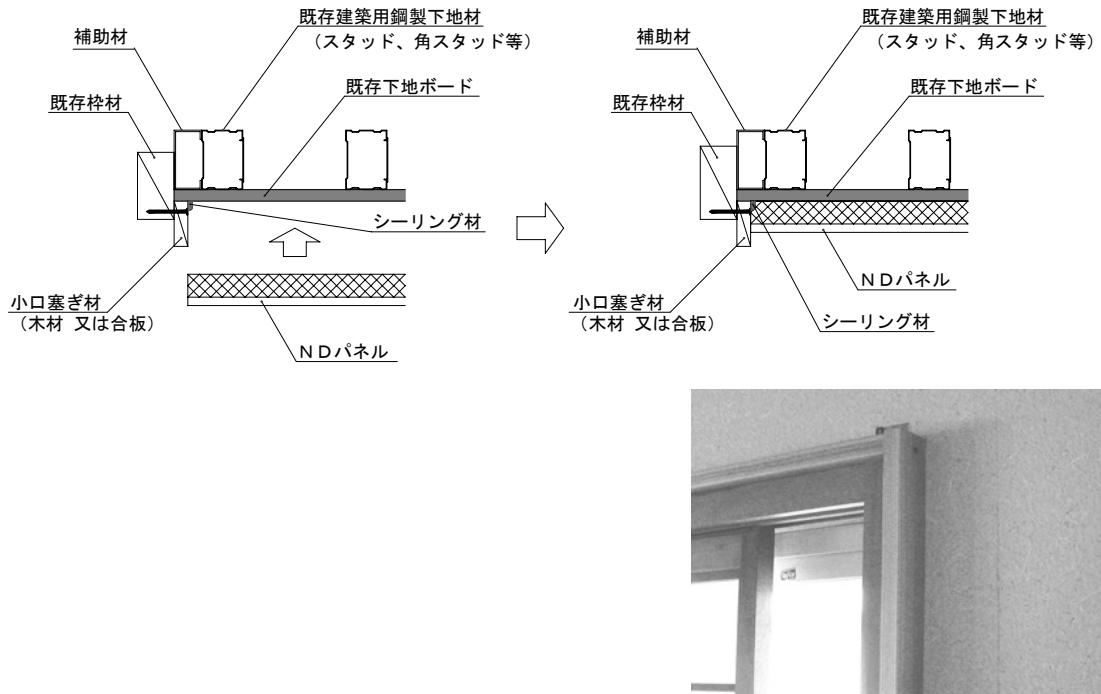

図9 開口部周り納まり図（例）
③ 開口部周り納まり図（例）
- ・扉や窓等の周りの取り合いは、図 9 のように既存枠材や額縁にNDパネルの小口が露出しないよう木材や合板を取り付け、防湿のためのシーリング材を塗布した上で施工してください。